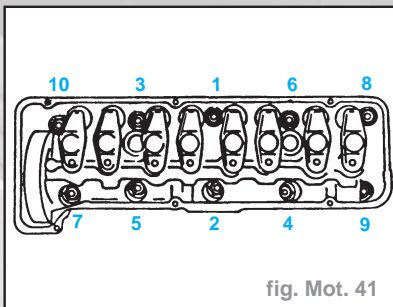

fig. Mot. 41
- Serrer les vis de culasse à 6 daN.m dans l'ordre représenté (fig. Mot. 41).